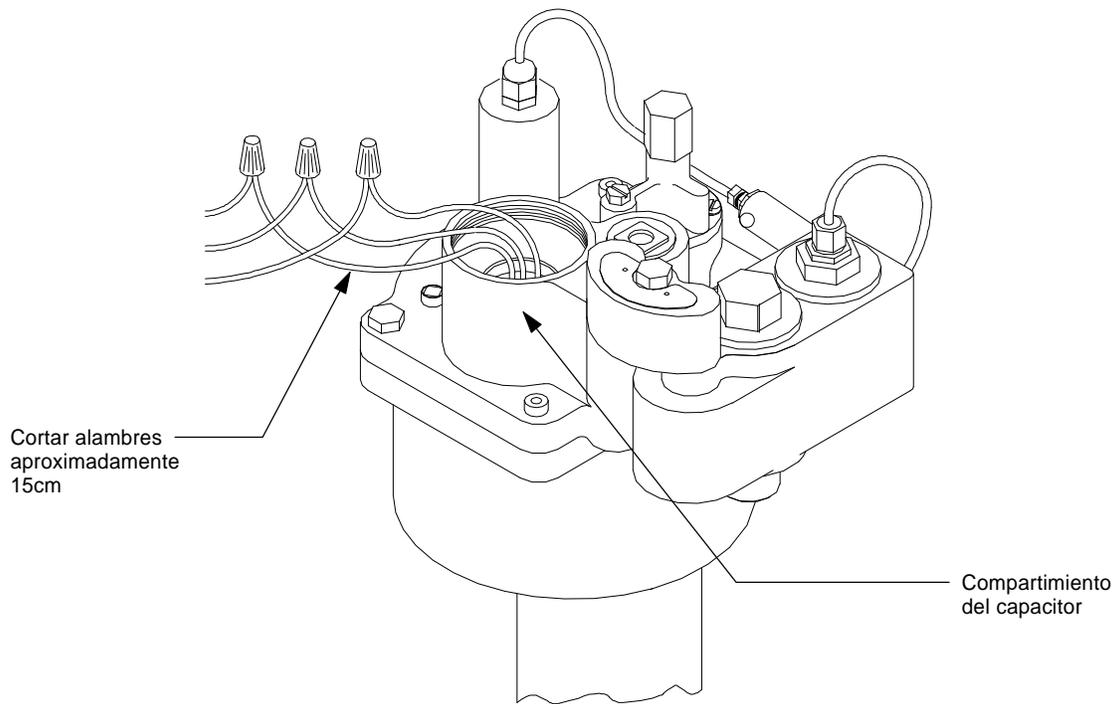

Figura 3.11 Cortando los alambres
Paso 1: Pasar el cable suministrado por Red Jacket desde la caja de empalmes de la bomba a través del conduit usado por el cable de alimentación, hasta el controlador. Vea la figura 3.11.